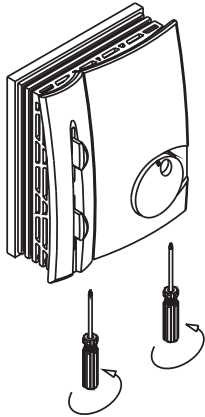

Figura 9
- Fije nuevamente los tornillos en la parte inferior de la cubierta y apriételos según se muestra en la Figura 9.